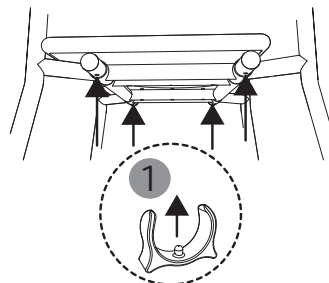

Abb. 14
5. Die Steckrohre werden so gedreht, dass das Lochbild mit den Öffnungen nach unten und oben zeigt. Die vier Befestigungsclips werden von unten eingesteckt (1, Abb. 14).